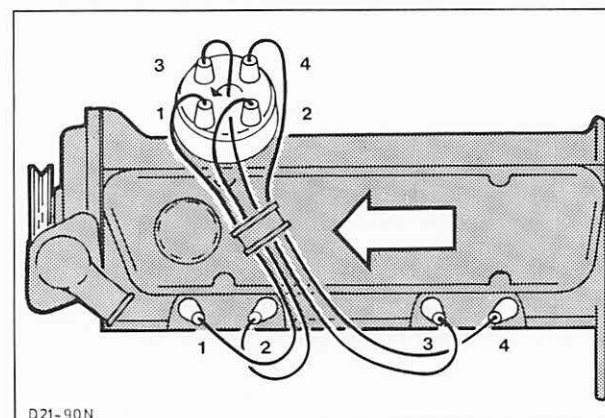

Abb. 239 Zündkabelanordnung (Zündfolge)
3. Zylinderkopfhaut aufsetzen und vorschriftsmäßig anziehen. Zündkabel aufstecken, Abb. 239, und Ansauggeräuschkämpfer montieren.